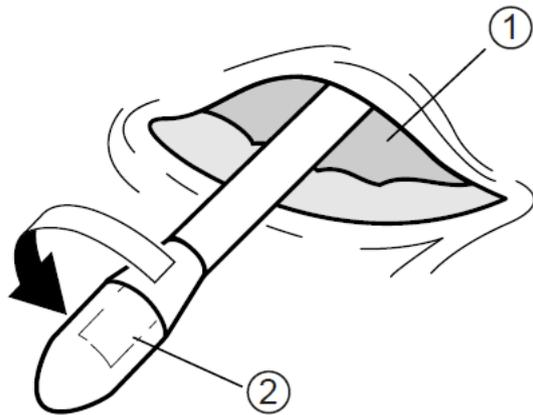

Figura 22. Extracción de la punta de la varilla de tunelización.
3. Sujete la punta por la superficie plana y retire la punta de la varilla de tunelización (Figura 22).